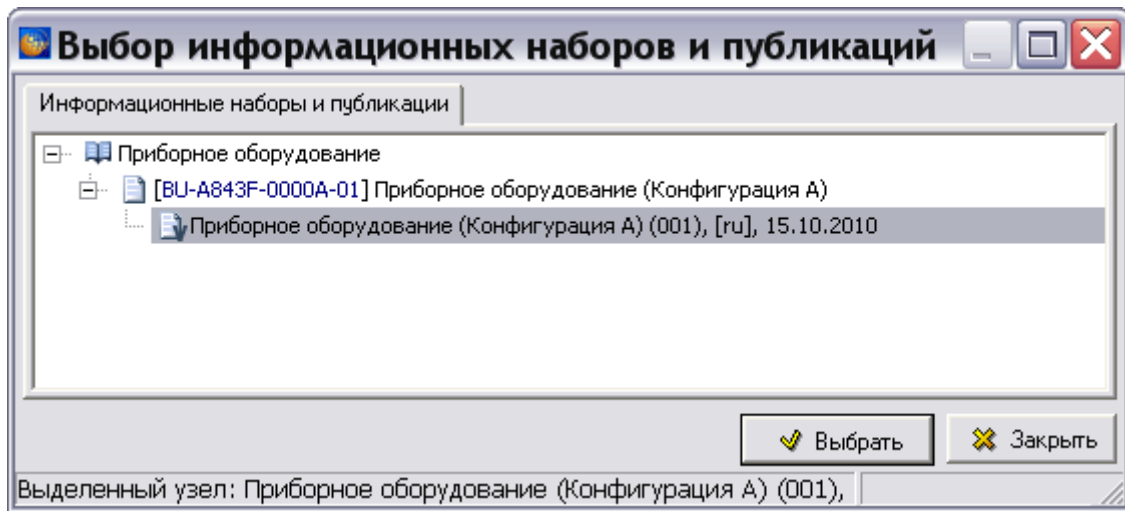

Рис. 8.75
4. Если предыдущей операцией был экспорт, печать или анализ раздела проекта, то после нажатия на кнопку **Экспорт**  откроется окно **Экспорт документации**, в котором в секции **Обрабатывать** будет включена радиокнопка **Выбранную секцию**. В этом случае включите радиокнопку **Публикацию**, после этого автоматически откроется окно **Выбор информационных наборов и публикаций** (Рис. 8.75).
5. Нажмите на кнопку **Выбрать публикацию** . После этого откроется окно **Выбор информационных наборов и публикаций** (Рис. 8.75).